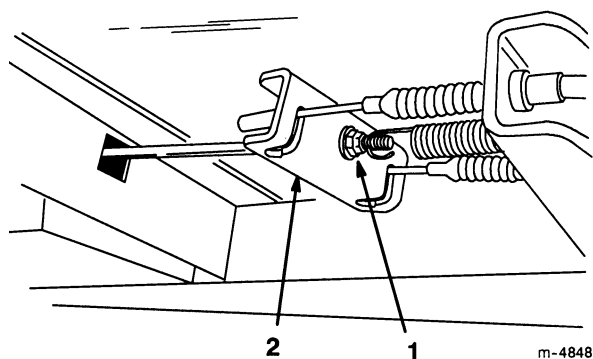

Figure 28
- Serrez la vis de réglage du câble située au-dessous du plancher, jusqu'à ce que les câbles soient bien serrés dans l'équilibreur (Fig. 28).